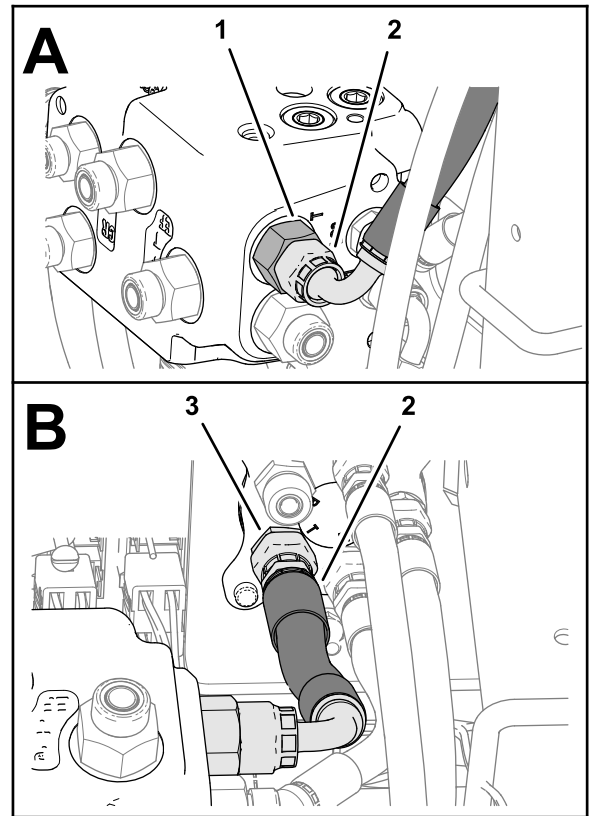

Figura 119
9. Monte el acoplamiento de 90° de la manguera de 10 mm x 187 mm ($\frac{3}{8}$ " x $7\frac{3}{8}$ ") en el acoplamiento del orificio T de la válvula de dirección EHI (**Figura 119**).
10. Monte el acoplamiento recto de la manguera de 10 mm x 187 mm ($\frac{3}{8}$ " x $7\frac{3}{8}$ ") en el acoplamiento en T de la válvula de dirección, y apriete ambos acoplamientos (**Figura 119**).